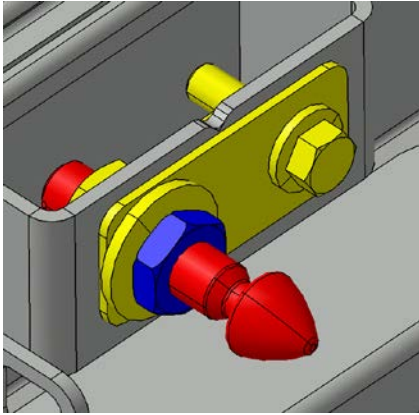

FIGURE 63:
15. Utiliser la goupille d'alignement/verrouillage pour ajuster le niveau de la surface de la porte avec le panneau d'acier adjacent. Visser ou dévisser la goupille au besoin et serrer ensuite le contre-écrou (Figure 63:).